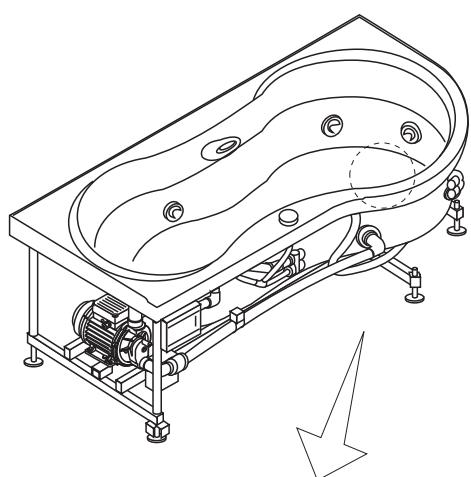
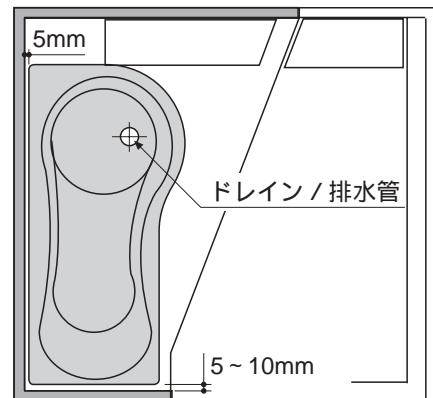

図1
図2
5. ホースインナーに平パッキンを取り付けます。(図2)
7. バスタブを指定位置(図1)に設置し、ドレイン(排水口)をホースインナーに合わせます。(図2)
2. フロントパネル受け金具Bをバスタブのフランジ面から 10 mm 出した状態で付け直します。(6ヶ所)(図2)